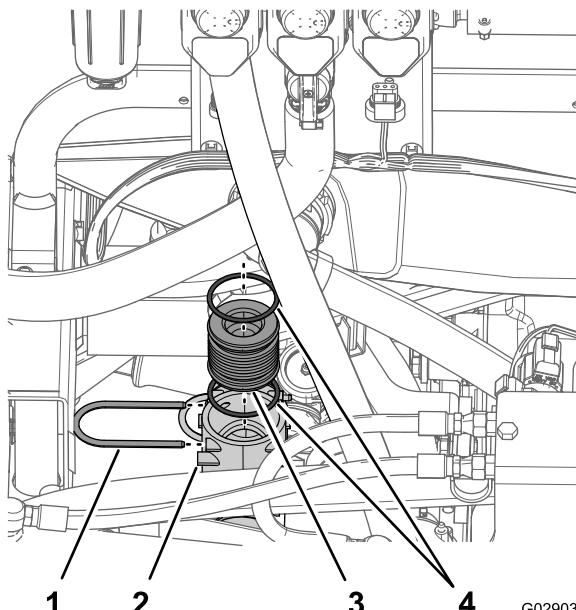

Figura 38
1. Instale 2 anéis de vedação grandes nas ranhuras do anel de vedação em cada extremidade do conector (Figura 38).